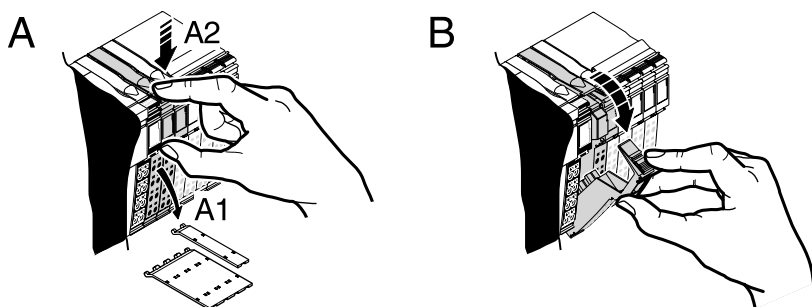

Abb. 10-18: Beschriftungsfeld entfernen, Stecker entnehmen
1. Falls ein Beschriftungsfeld vorhanden ist, entfernen Sie dieses Beschriftungsfeld (A1 in Abbildung 10-18).
2. Hebeln Sie den Stecker der zu entfernenden Klemme durch Druck auf die hintere Stecker-Keilverrastung aus (A2 in Abbildung 10-18).
3. Nehmen Sie den Stecker ab (B in Abbildung 10-18).